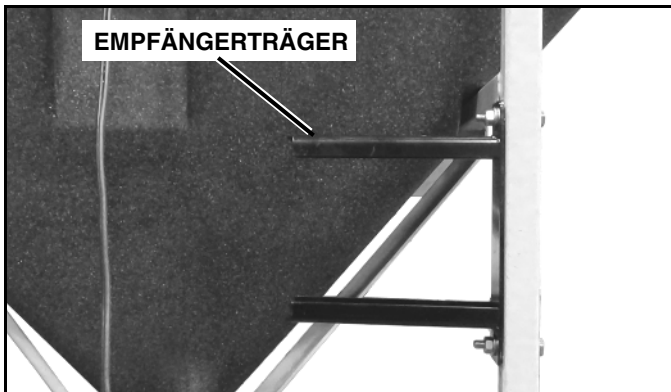

Abb. 1-4
2. Entnehmen Sie den Empfängerträger aus der Verpackung, und montieren Sie ihn am vertikalen Rohr des Streuverteilerrahmens auf der Fahrerseite. Der Träger muss innen am Rahmen ungefähr in der Mitte des Rohres angebracht werden. Achten Sie darauf, dass der Kabelbaum vom Motor des Streuverteilers und der Kabelbaum vom Rüttler das Empfängermodul erreichen können (Siehe Abb. 1-4).
3. Verwenden Sie den Träger als Schablone und markieren und bohren Sie zwei Bohrungen mit Durchmesser 7,144 mm durch das Rohr (wenn kein Bohrer mit Durchmesser 7,144 mm vorhanden ist, verwenden Sie einen für Durchmesser 7,938 mm). Befestigen Sie den Träger am Streuverteiler mit zwei (2) Sechskantschrauben 1/4" X 1-3/4", zwei (2) Unterlegscheiben 1/4" und zwei (2) Sicherungsmuttern 1/4" (Siehe Abb. 1-4).